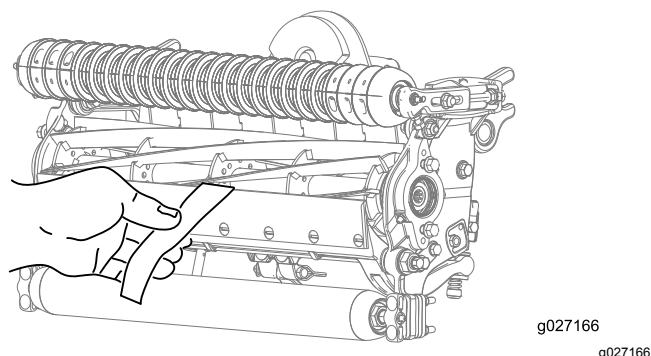

图 7
2. 在滚刀与底刀间插入一长条剪切性能纸 零件号 125-5610 纸要与底刀垂直检测剪切性能图 7。缓慢向前旋转滚刀滚刀应剪切检测纸。